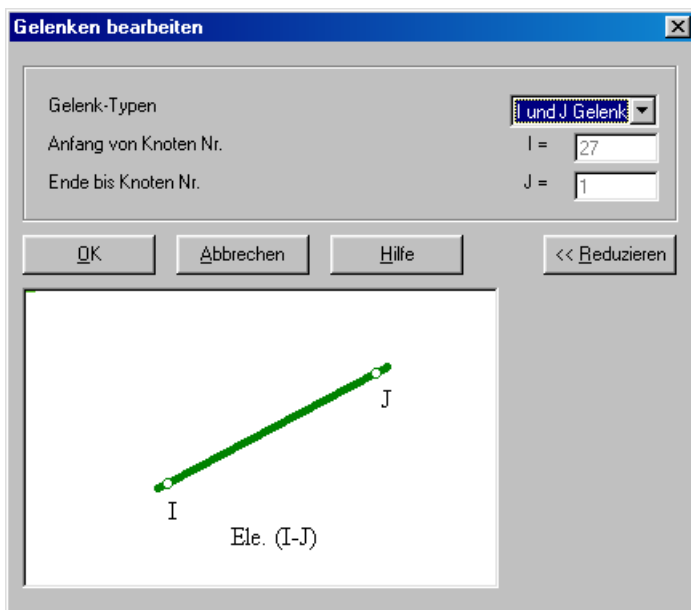

Bild 6-24 Dialogfeld "Gelenke bearbeiten"
- Doppelklicken Sie auf dem Stab, das Dialogfeld "Gelenke bearbeiten" im Bild 6-24 erscheint